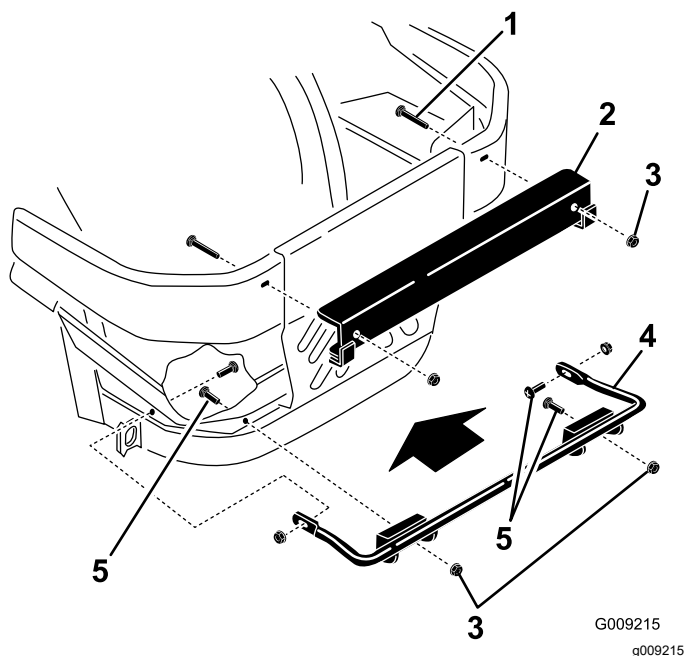

Bild 6
1. Befestigen Sie die untere Befestigungshalterung mit vier Schlossschrauben ($\frac{3}{8}$ " x $1\frac{1}{4}$ ") und vier Bundmuttern ($\frac{3}{8}$ ") am Maschinenrahmen, wie in Bild 6 abgebildet.
2. Befestigen Sie die obere Befestigungshalterung mit zwei Schlossschrauben ($\frac{1}{2}$ " x $2\frac{1}{2}$ ") und zwei Bundmuttern ($\frac{1}{2}$ ") an der linken und rechten Stoßstange, wie in Bild 6 abgebildet.